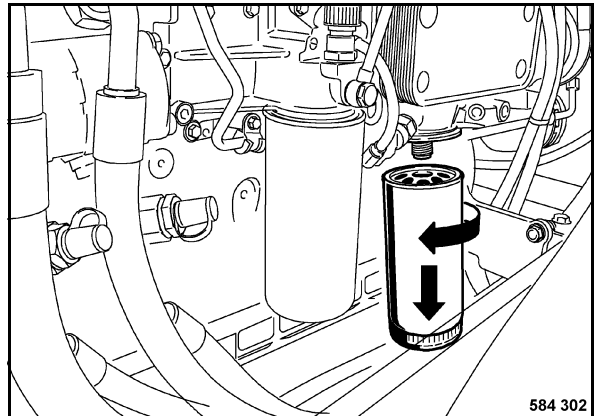

Fig. 122
- Limpiar la parte exterior del cartucho filtrante (Fig. 122) a fondo.